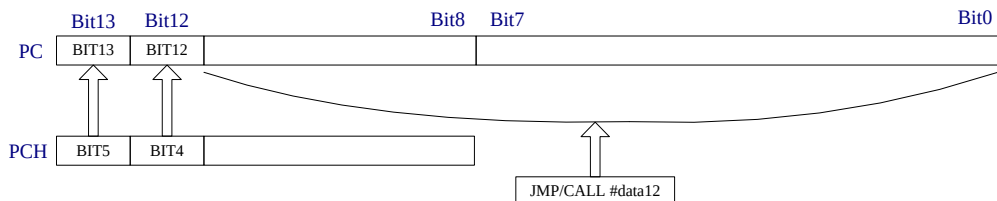

图 3.5 执行 JMP/CALL 指令时 PC 的变化图
在执行 JMP 或者 CALL 指令时，程序计数器 (PC) 的值将变为 PCH_BIT5 和 PCH_BIT4 以及指令所带立即数 (#data12)，如图 3.5 所示。